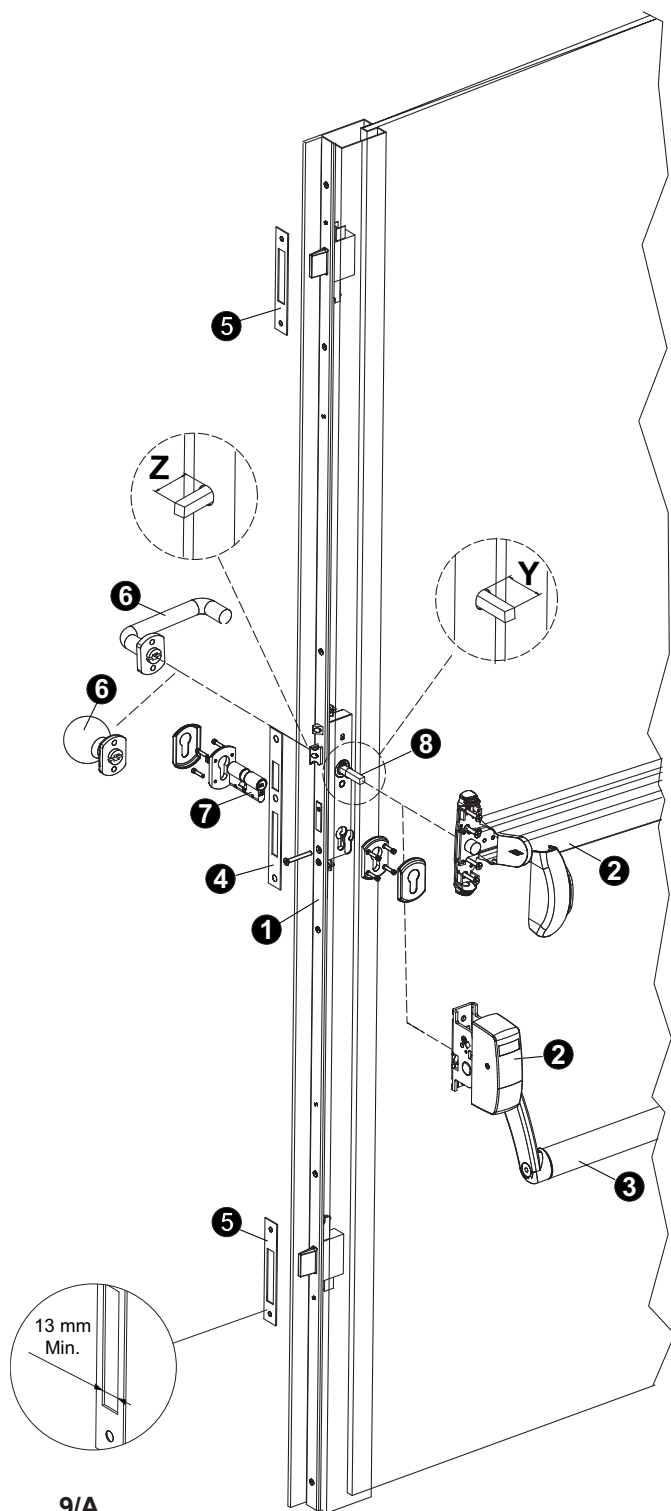

FIG. 9
**Advertencia:** El SISTEMA, certificado según la directiva 89/106/CE en conformidad con la Norma EN 1125:2008 para las salidas antipánico, debe estar compuesto e instalado con los artículos previstos por CISA (Fig. 9 - tabla 9/A - componente 6 opcional); además, es necesario verificar que hayan sido respetadas las condiciones de regulación del punto 2. Se adjunta el facsímil de los certificados N.º 122 AD y 123 AD, 130 AD y 135 AD, en los que se indican los códigos de los componentes combinables con el sistema CISA.
b) Realice la instalación del sistema de cierre según el esquema de la Fig. 9.
- utilice solo cilindros con leva DIN (Fig. 9/A);
- utilice contraplacas con una anchura mínima para el paso del cerrojo de 13 mm (Fig. 9).
c) Instale el perno cuadrado (de calidad superior o equivalente a FE360 galvanizado), definiendo la parte que sobresale del borde de la puerta (Fig. 9).